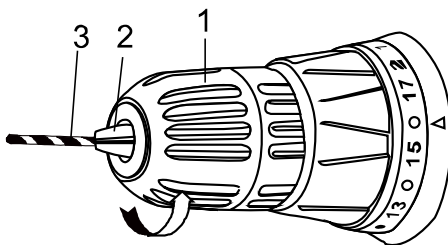

Рис.7
Поверните гильзу патрона (1) в направлении по часовой стрелке, пока губки патрона (2) не сойдутся равномерно и оснастка не будет надежно зажата (Рис. 7).